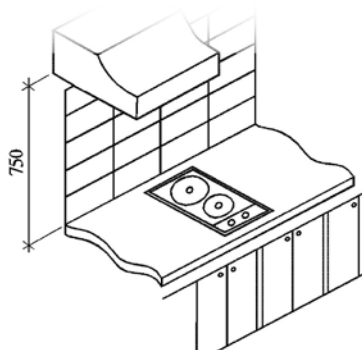

Fig. 5
Prever no tampo onde o cooktop será instalado uma abertura com as dimensões indicadas na figura 4, assegurando-se que sejam respeitadas as dimensões mínimas do espaço no qual o aparelho deve ser instalado [fig. 5].
- Considerar 750 mm como distância mínima, em relação às placas térmicas, para um móvel suspenso [fig. 5].